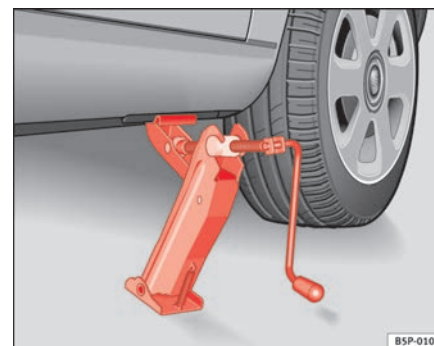

Fig. 179 Colocación del gato
- Posicione el gato de modo que su garra envuelva el nervio del larguero inferior y que la placa base móvil se apoye plana sobre el suelo ⇒ página 257, fig. 179.